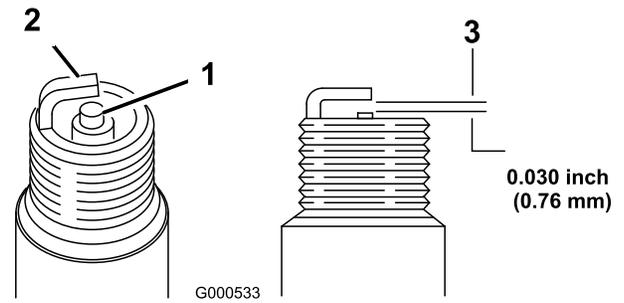

图 26
11. 如图 26 所示将火花塞的空隙设定为 0.76mm。